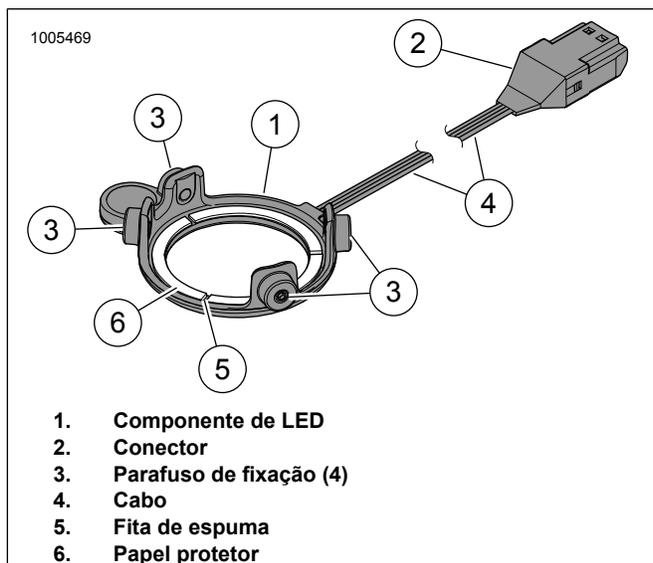

Figura 14. Luz LED, alto-falante Stage I redondo
3. Veja a figura 14. Remova o papel protetor (6) da fita de espuma (5) na parte traseira do componente de LED (1).